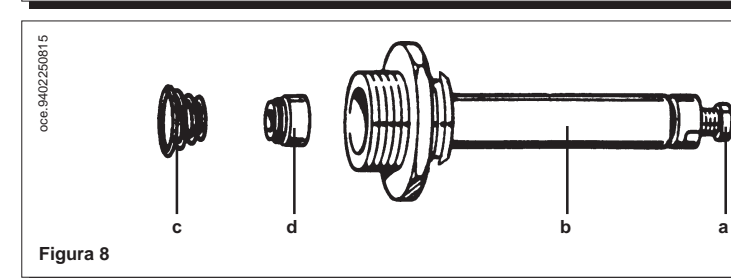

Figura 8
- sigillare la vite nera (a) di figura 8.
- ruotare la manopola (2) in posizione (0) e verificare una nuova accensione. Nel caso di una interaccensione incompleta agire sul potenziometro RLA (pagina 12);
- con la manopola (2) in posizione (I) verificare che la potenza in riscaldamento sia quella richiesta dall'impianto, in caso agire sul potenziometro MAX RISC (pagina 12). Vedere la tabella 1 per la pressione al bruciatore necessaria;
- destornillar el tornillo negro (a) (figura 8) hasta alcanzar el valor de presión correspondiente a la potencia reducida (véase tabla 1 en página 17);
- sellar el tornillo negro (a) de figura 8.
- hacer girar el botón (2) en posición (0) y efectuar un nuevo encendido. En el caso de un interencendido incompleto, obrar sobre el potenciómetro RNE (RLA) (página 12);
- con el botón (2) en posición invierno (I) controlar que la potencia en calefacción sea la requerida por la instalación; si necesario, obrar sobre el potenciómetro MAX CALEF (MAX RISC) (página 12). Véase la tabla 1 para la presión del quemador necesaria;
- * sostituire la molla avendo cura di posizionarla correttamente (figura 8);
- *substituir el resorte asegurándose de que sea posicionado correctamente (figura 8);*